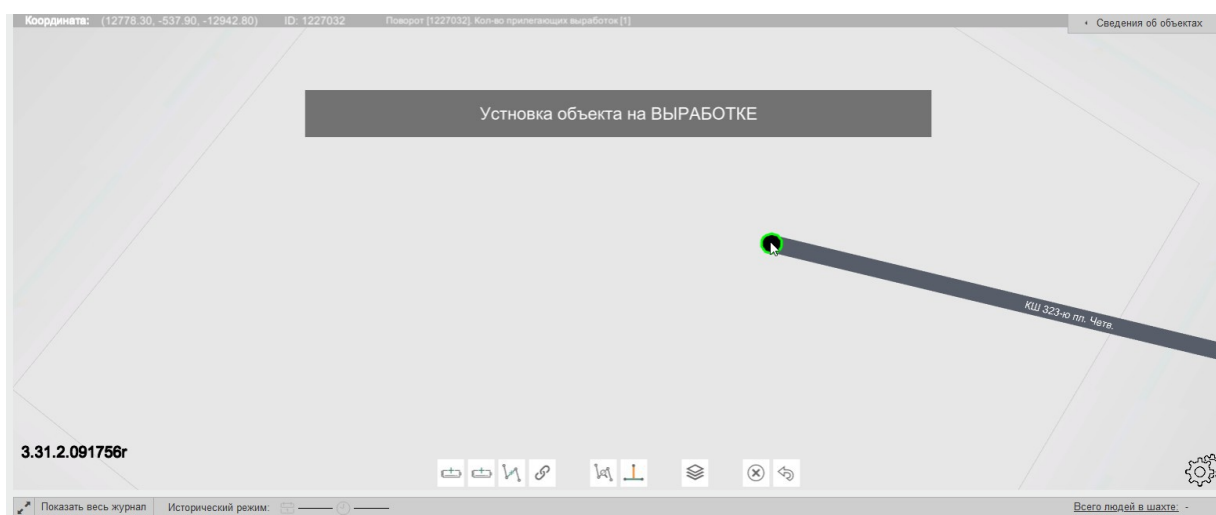

Рисунок 61. Установка объекта на поворот/узел
2. Для того, чтобы установить маркер на поворот/узел достаточно просто навести маркер на поворот/узел (рисунок 61).